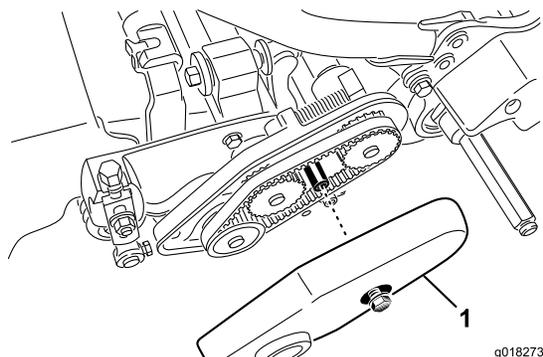

Figura 42
2. Solte o parafuso flangeado que fixa a cobertura da correia e retire a cobertura da correia para expor a correia (Figura 42).